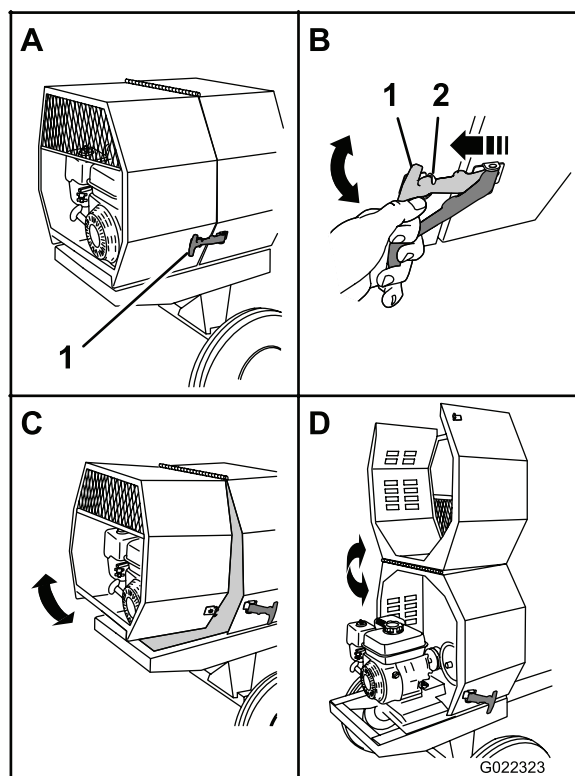

Figura 25
1. En el lado de la máquina, en la unión entre la cubierta delantera y la trasera, agarre el cierre y desengánchelo del anclaje de la cubierta trasera (Figura 25).
3. Gire la cubierta trasera hacia arriba y hacia adelante hasta que quede colocada sobre la cubierta delantera (Figura 25).
1. Gire la cubierta trasera hacia atrás y hacia abajo hasta que esté enrasado con el bastidor de la máquina (Figura 25).
3. Repita el paso 2 en el otro lado de la máquina (Figura 25).